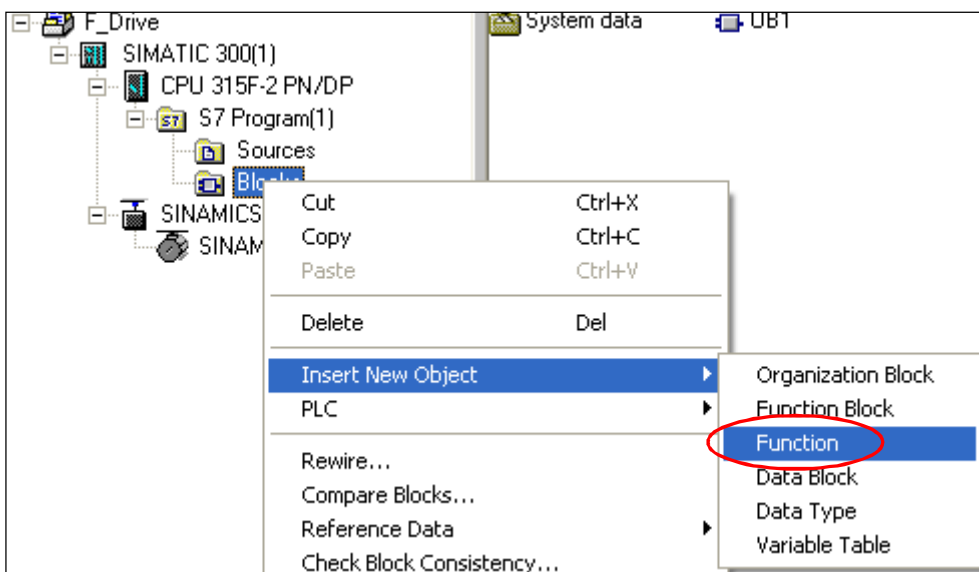

图 43 插入新的功能
- 1) 首先打开 SIMATIC Manager，进入编程界面，选择“ Insert new object” →“ Function”（图 43）。